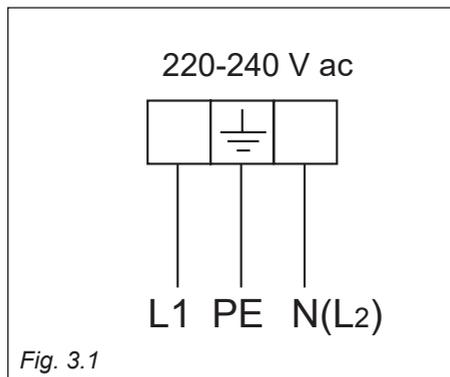

Fig. 3.1
- Le câble électrique doit être relié au bornier suivant le schéma de la fig. 3.1.